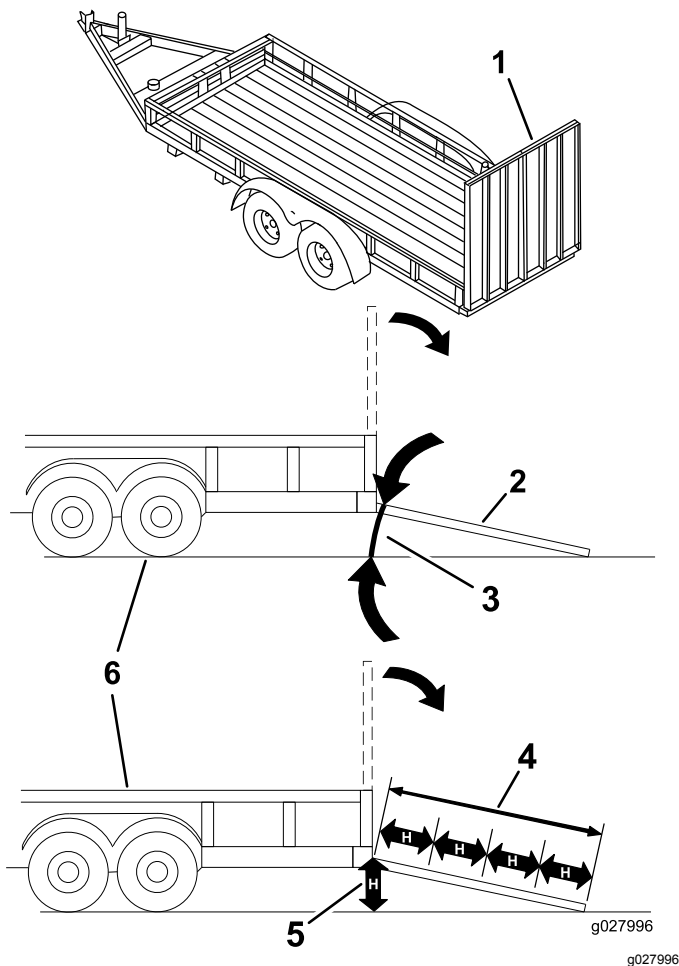

Figure 38
Le chargement de la machine sur une remorque ou un camion augmente le risque de basculement et donc de blessures graves ou mortelles (Figure 38).
1. Abaissez la rampe pour que l'angle avec le sol ne dépasse pas 15 degrés (Figure 38).